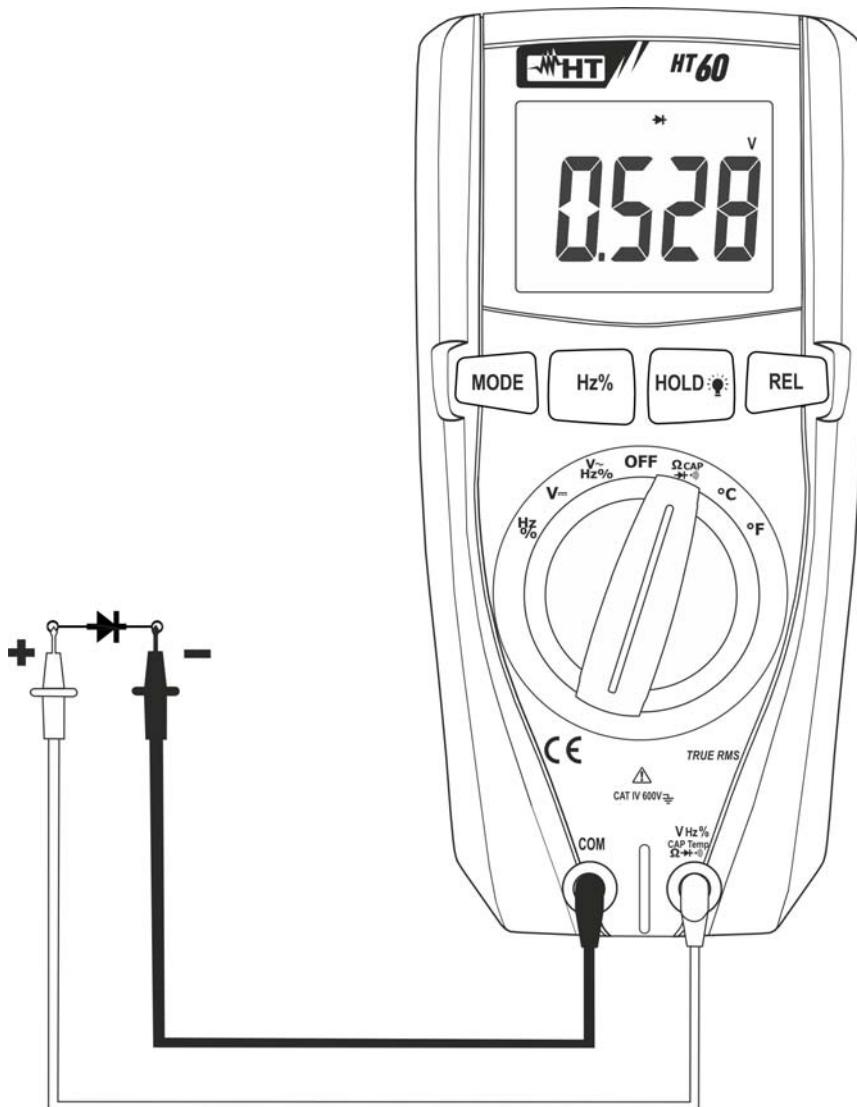

Fig. 5: Uso del instrumento para la Prueba Diodos
4. Posicione las puntas en los extremos del diodo en examen respetando las polaridades indicadas (vea Fig. 5). El valor de la tensión de umbral en polarización directa se muestra en el visualizador
6. Si el instrumento muestra el mensaje "O.L." los terminales del diodo están invertidos respecto a lo indicado en Fig. 5 o bien la unión P-N del diodo está dañada